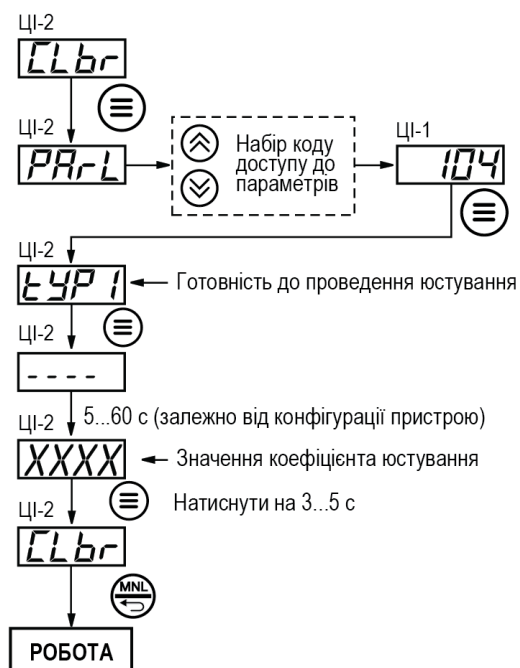

Рисунок 8.2 – Схема проведення юстування пристрою для роботи з первинним перетворювачем
3. Виконати юстування пристрою у послідовності, що показана на рисунок 8.2.
3. Виконати юстування пристрою відповідно до алгоритму, що наведений на рисунок 8.2. Після закінчення юстування пристрій виводить на ЦІ-2 обчислене значення коефіцієнта, яке вноситься в енергонезалежну пам'ять, за умови, що на ЦІ-4 відсутня заставка *Gt*. Щоб зберегти коефіцієнт юстування, необхідно натиснути й утримувати кнопку . На ЦІ-2 з'явиться заставка *CLbr*.
3. Виконати юстування пристрою у послідовності, що показана на рисунок 8.2. Після закінчення юстування пристрій виводить на ЦІ-2 обчислене значення коефіцієнта, яке вноситься в енергонезалежну пам'ять, за умови, що на ЦІ-4 відсутня заставка *Gt*. Щоб зберегти коефіцієнт юстування, необхідно натиснути й утримувати кнопку . На ЦІ-2 з'явиться заставка *CLbr*.
3. Виконати юстування пристрою у послідовності, що вказана на рисунок 8.2. Після закінчення юстування пристрій виводить на ЦІ-2 обчислене значення коефіцієнта, яке вноситься в енергонезалежну пам'ять, за умови, що на ЦІ-4 відсутня заставка *Gt*. Щоб зберегти коефіцієнт юстування, необхідно натиснути й утримувати кнопку . На ЦІ-2 з'явиться заставка *CLbr*.
3. Виконати юстування пристрою у послідовності, що вказана на рисунок 8.2. Після закінчення юстування пристрій виводить на ЦІ-2 обчислене значення коефіцієнта, який вноситься в енергонезалежну пам'ять, за умови, що на ЦІ-4 відсутня заставка *Gt*. Щоб зберегти коефіцієнт юстування, необхідно натиснути й утримувати кнопку . На ЦІ-2 з'явиться заставка *CLbr*.